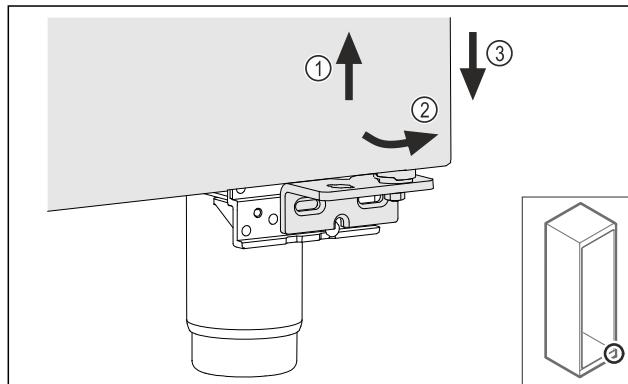

Fig. 16
- Трохи підніміть двері Fig. 16 (1), нахиліть їх знизу вперед Fig. 16 (2) та опустіть Fig. 16 (3).